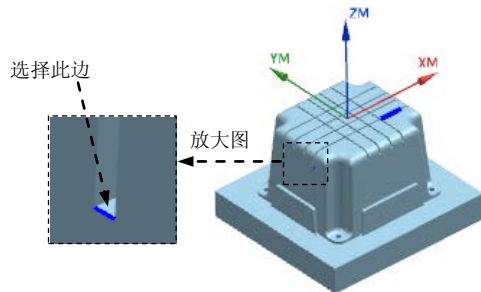

图 20.49 定义参照边
(4) 在 **刀具位置** 下拉列表中选择 **对中** 选项，在图形区选择图 20.49 所示的边线，单击 **创建下一个边界** 按钮，系统自动创建一个边界。